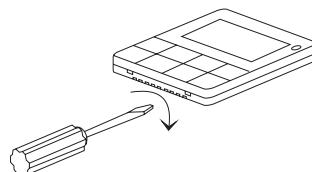

Рис.1
- Как показано на рис. 1, используйте шлицевую отвертку для открытия корпуса пульта. Для этого аккуратно вставьте отвертку в паз на нижней торцевой поверхности пульта и слегка поверните. Постарайтесь не повредить корпус или плату пульта.